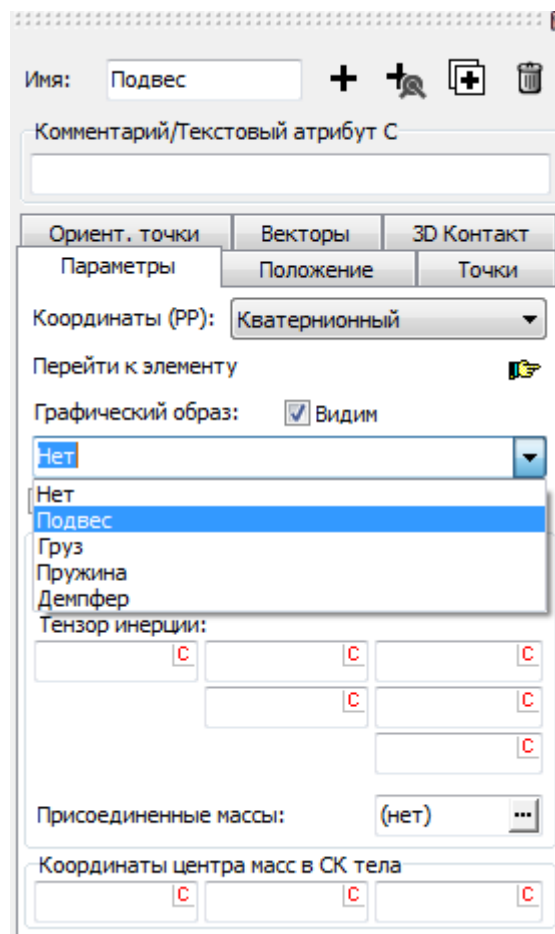

Рис. 2.6. Создание тела **Подвес**
3. Выберите графический образ для тела. В списке **Графический образ** выберите **Подвес**, см. рис. 2.6.